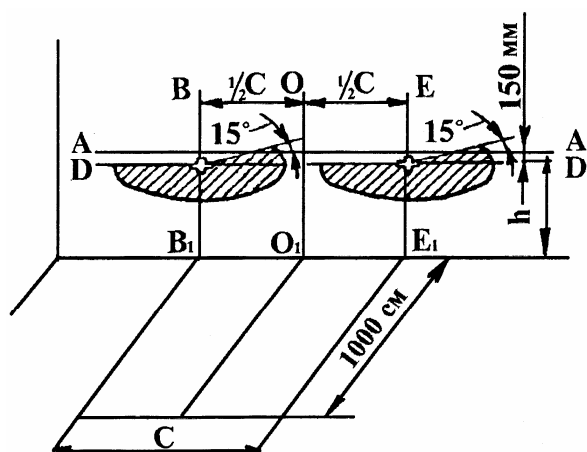

Рис. 52. Разметка экрана и регулировка передних фар
- произведите разметку экрана, как показано на рис. 52. При этом линию центров фар А-А нанесите на экране на расстоянии, равном высоте расположения центров фар над уровнем грунта, а линии В-В1 и Е-Е1 на расстоянии С (размер между центрами фар по горизонтали). Расстояние измерьте непосредственно на тракторе. Давление воздуха в шинах при этом должно соответствовать рекомендуемым нормам;